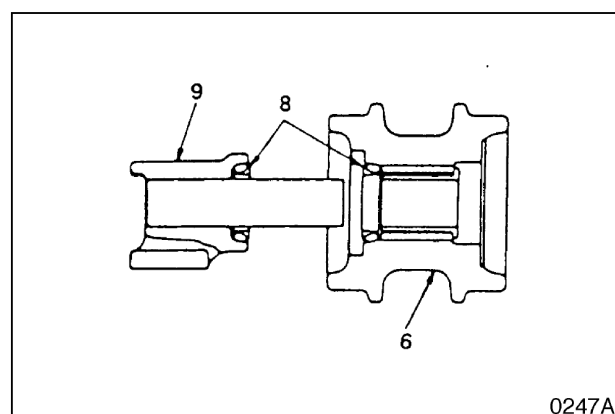

Рис. 46
2. Вставьте групповое уплотнение (8, рис. 46) в каток (6) и вкладыш.